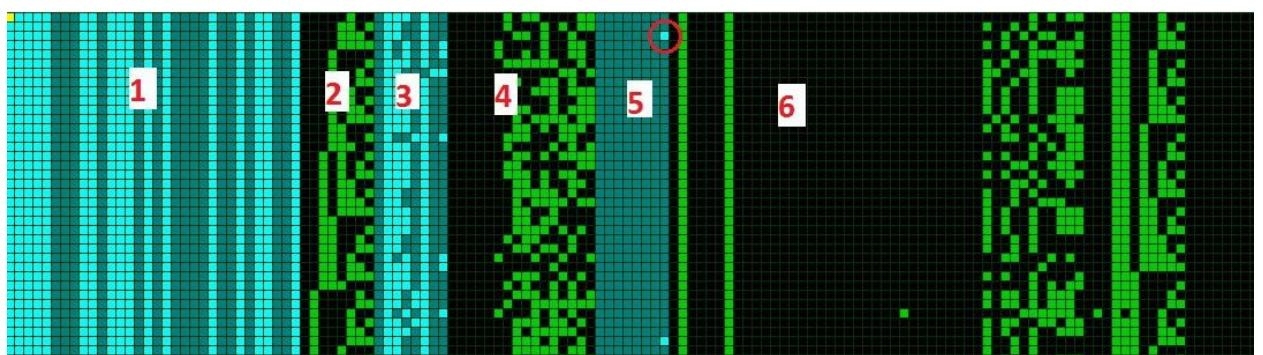

Рис. 50
- «Заголовок» - добавление служебной информации. Формат представлен на рис. 50.